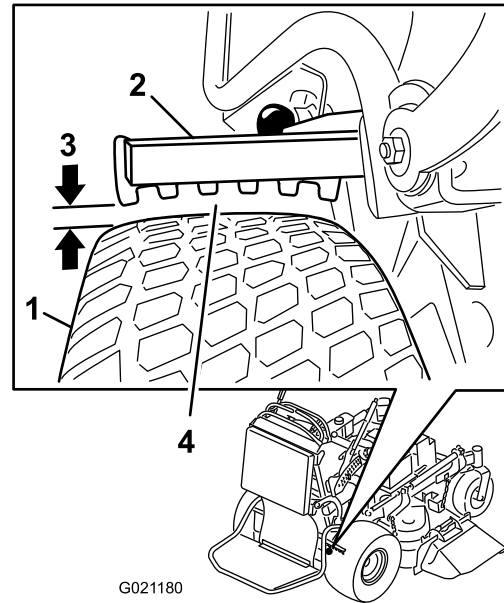

Figura 61
según se muestra en la Figura 61; consulte Ajuste de los frenos \(página 47\) si es necesario ajustarla.
5. Ajuste la horquilla (Figura 61).